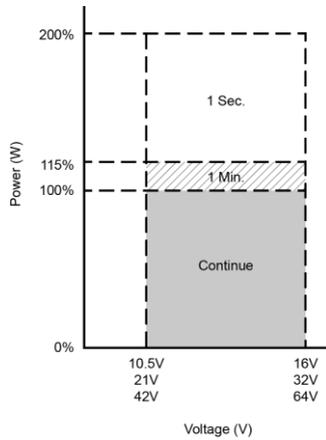

Figure 2. SE400 voltage performance
- ① Normale Belastungsbedingung:  $V_{in} = 12,5V / 25V / 50V$ ,  $V_o = 100/110/115/120 V$  AC 80% Las(PF=1.0)
- ② Spannungsverhalten: Siehe Abbildung 2
- ① Normale Belastung Bedingung:  $V_{in} = 12,5V / 25V / 50V$ ,  $V_o = 200/220/230/240 V$  AC 80% Last (PF=1.0)